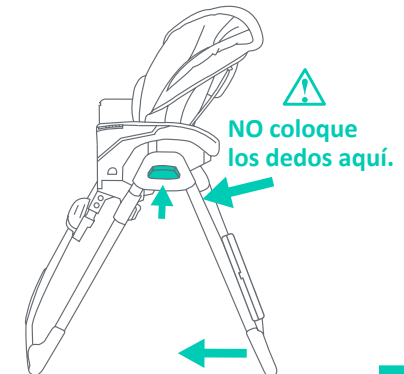

Fig. 17
- 17) • Tire hacia arriba las palancas de liberación (ubicadas a los costados del armazón) y empuje las patas traseras en dirección a las patas delanteras hasta que se plieguen. (Fig. 17) La silla ya está lista para guardarla. **NO** permita que el niño juegue alrededor de la silla alta plegada, ya que ésta puede caerse.
Lea la Advertencia y vea (Fig. 17), y luego siga los pasos anteriores en orden inverso.